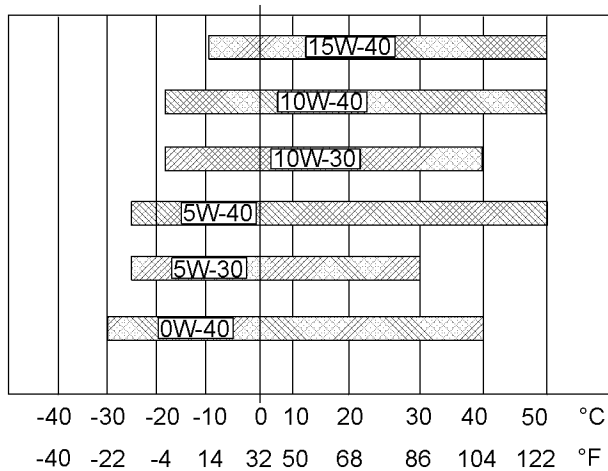

图 33
请参阅图 33（最低温度）以确定发动机冷启动时所需要的机油粘度。
请参阅图 33（最高温度）以选择发动机在预期的最高环境温度下运行时所需要的机油粘度。
- 参见相应的“润滑剂粘度”。为找到适合您的发动机的机油粘度等级，请参阅图33。